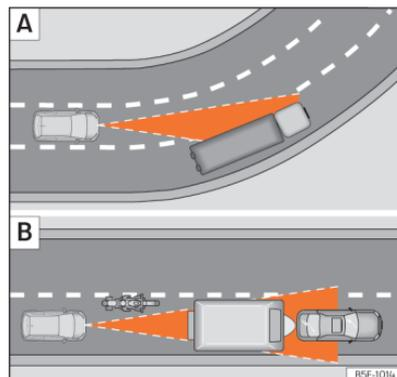

Fig. 105 A) Veículo numa curva. B) Motociclo que circula à frente, fora do raio de alcance do sensor de radar.
O ACC poderia não detetar em curva o veículo precedente ou poderia regular a distância com veículos que se encontram noutras faixas >>> **Fig. 105** **A**.
- Veículos que circulem desalinhados ou fora da zona de deteção do sensor, por exemplo, motociclos >>> **Fig. 105** **B**.